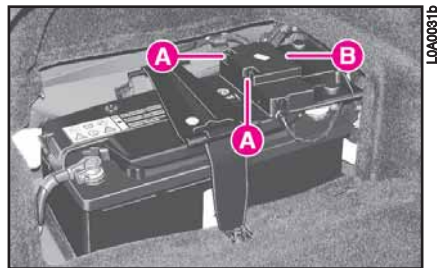

fig. 131
- 3) Appuyer sur les ailettes **A** (fig. 131) et enlever le couvercle **B**.